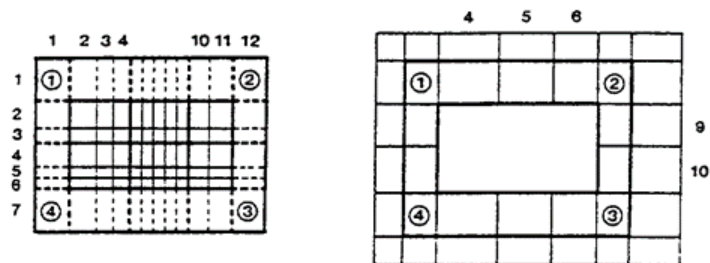

Figure 15 – « Branchement » d'un sous-maillage gigogne : à gauche le sous-maillage, à droite le maillage principal.
- On remarque que, par construction, les 4 coins, notés 1 à 4, ont les mêmes dimensions dans le maillage principal et dans le sous-maillage (Figure 15). (Les points 1 à 4 du sous-maillage ne sont pas visibles car recouverts par le maillage principal).